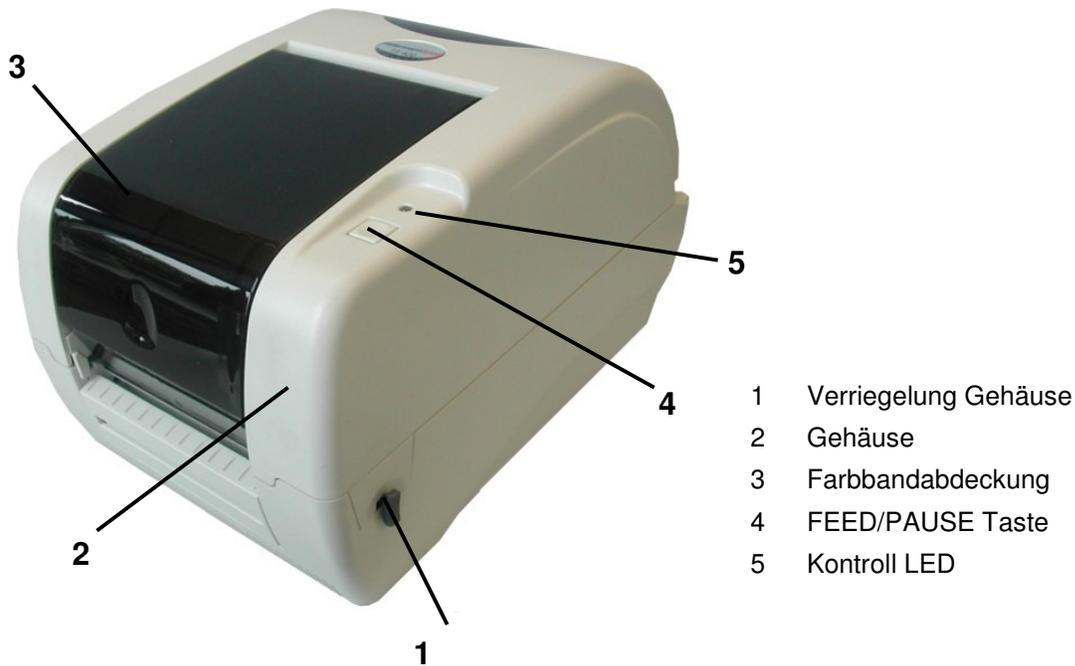
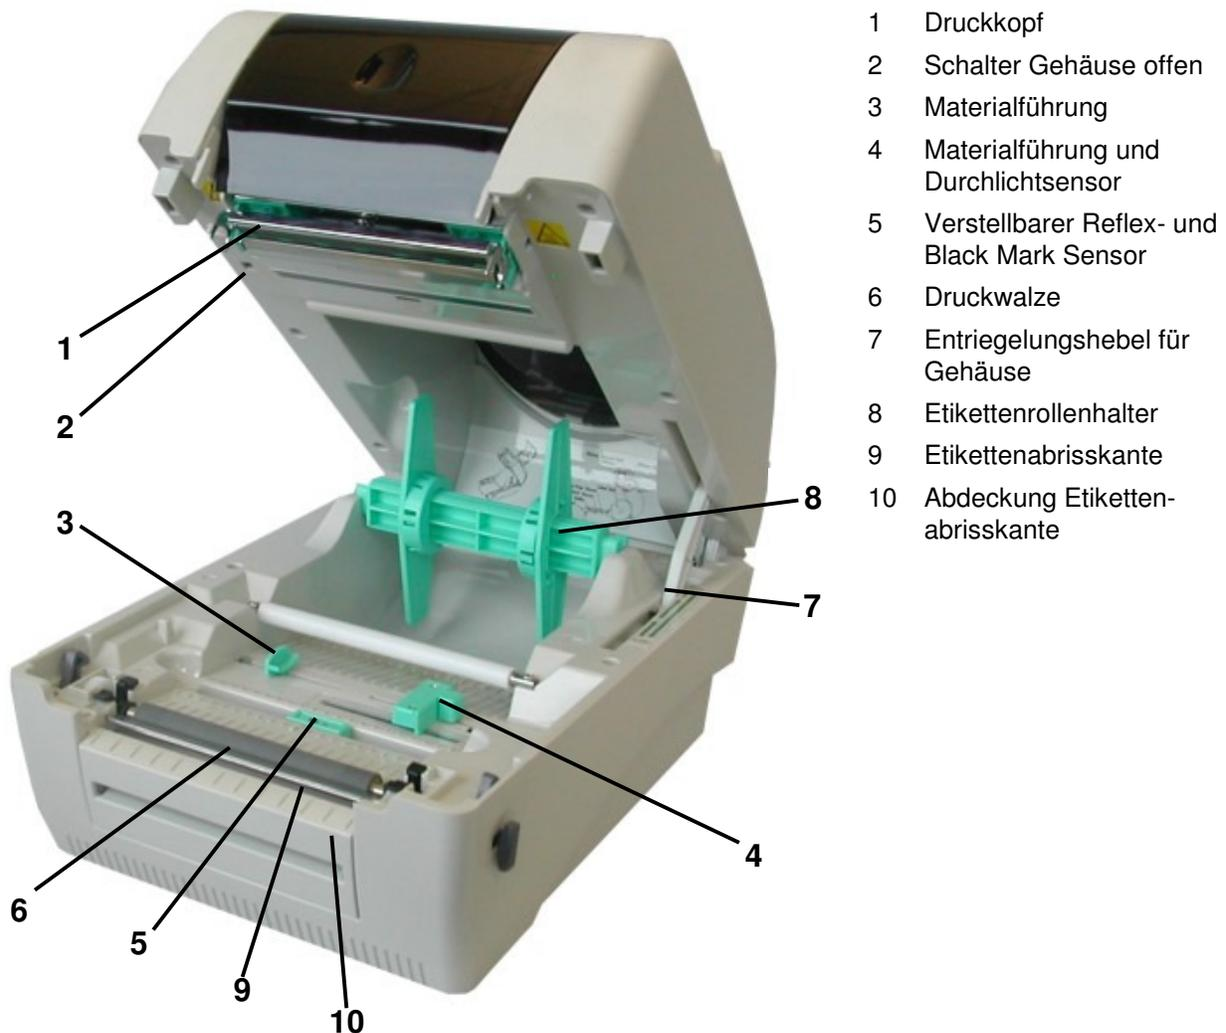

Abbildung 1 Bedienelemente in der Frontansicht
Abbildung 2 Bedienelemente im Innenraum des Druckers
Soll der Gehäusedeckel wieder geschlossen werden, muss der Entriegelungshebel (Abbildung 2, Pos 7) bedient werden.
Fassen Sie mit der linken Hand den Gehäusedeckel (Abbildung 1, Pos 2) und ziehen mit der rechten Hand den Entriegelungshebel nach vorne. Schließen Sie den Gehäusedeckel, wobei Sie den Entriegelungshebel ständig nach vorne ziehen.
Wird dieser Deckel (Abbildung 1, Pos 3) an der Vorderseite leicht von oben nach unten gedrückt, so wird der direkte Blick auf die Farbbandrollen (Abwickel- und Aufwickleinheit) freigegeben. Der Deckel wird durch erneutes Runterdrücken an der Vorderseite wieder verriegelt.
Wird das Druckergehäuse mit dem Verriegelungshebel (Abbildung 1, Pos 1) geöffnet, so wird der Innenraum des Druckers freigelegt. Die innere Materialführung (Abbildung 2, Pos 3 und 4) lässt sich zentrisch einstellen und dient zur Positionierung und Führung des Etikettenmaterials innerhalb des Druckers.
Um die im TT420 vorinstallierte Etikettenabrisskante (Abbildung 2, Pos 9) einzusetzen, muss die frontseitige Abdeckung (10) mit aufgeklappten Gehäusedeckel nach oben abgenommen werden (siehe auch Abbildung 14 auf Seite 45). In der Grundeinstellung des Druckers werden die bedruckten Etiketten nach jedem Druckauftrag oder betätigen der FEED/PAUSE Taste an die Abrissposition gesetzt.
2. Grünen Etikettenrollenhalter (siehe Abbildung 2, Pos 8) entnehmen